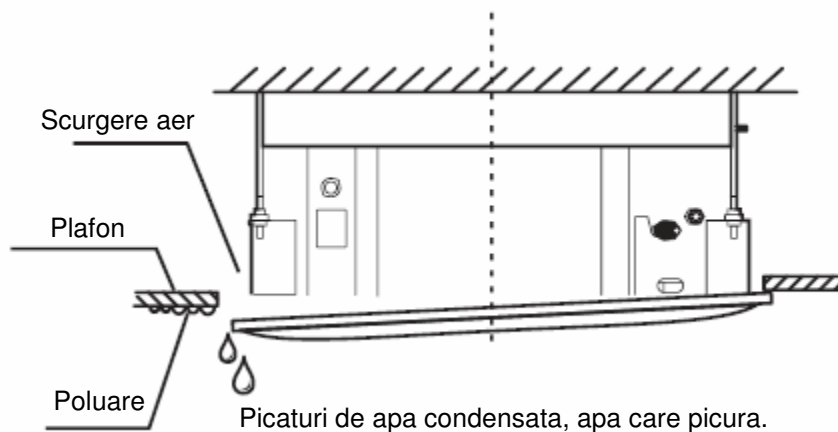

Figura 3.17
- In cazul in care suruburile sunt prea slabite, pot aparea scurgeri de aer si de apa. A se vedea Figura 3.17.